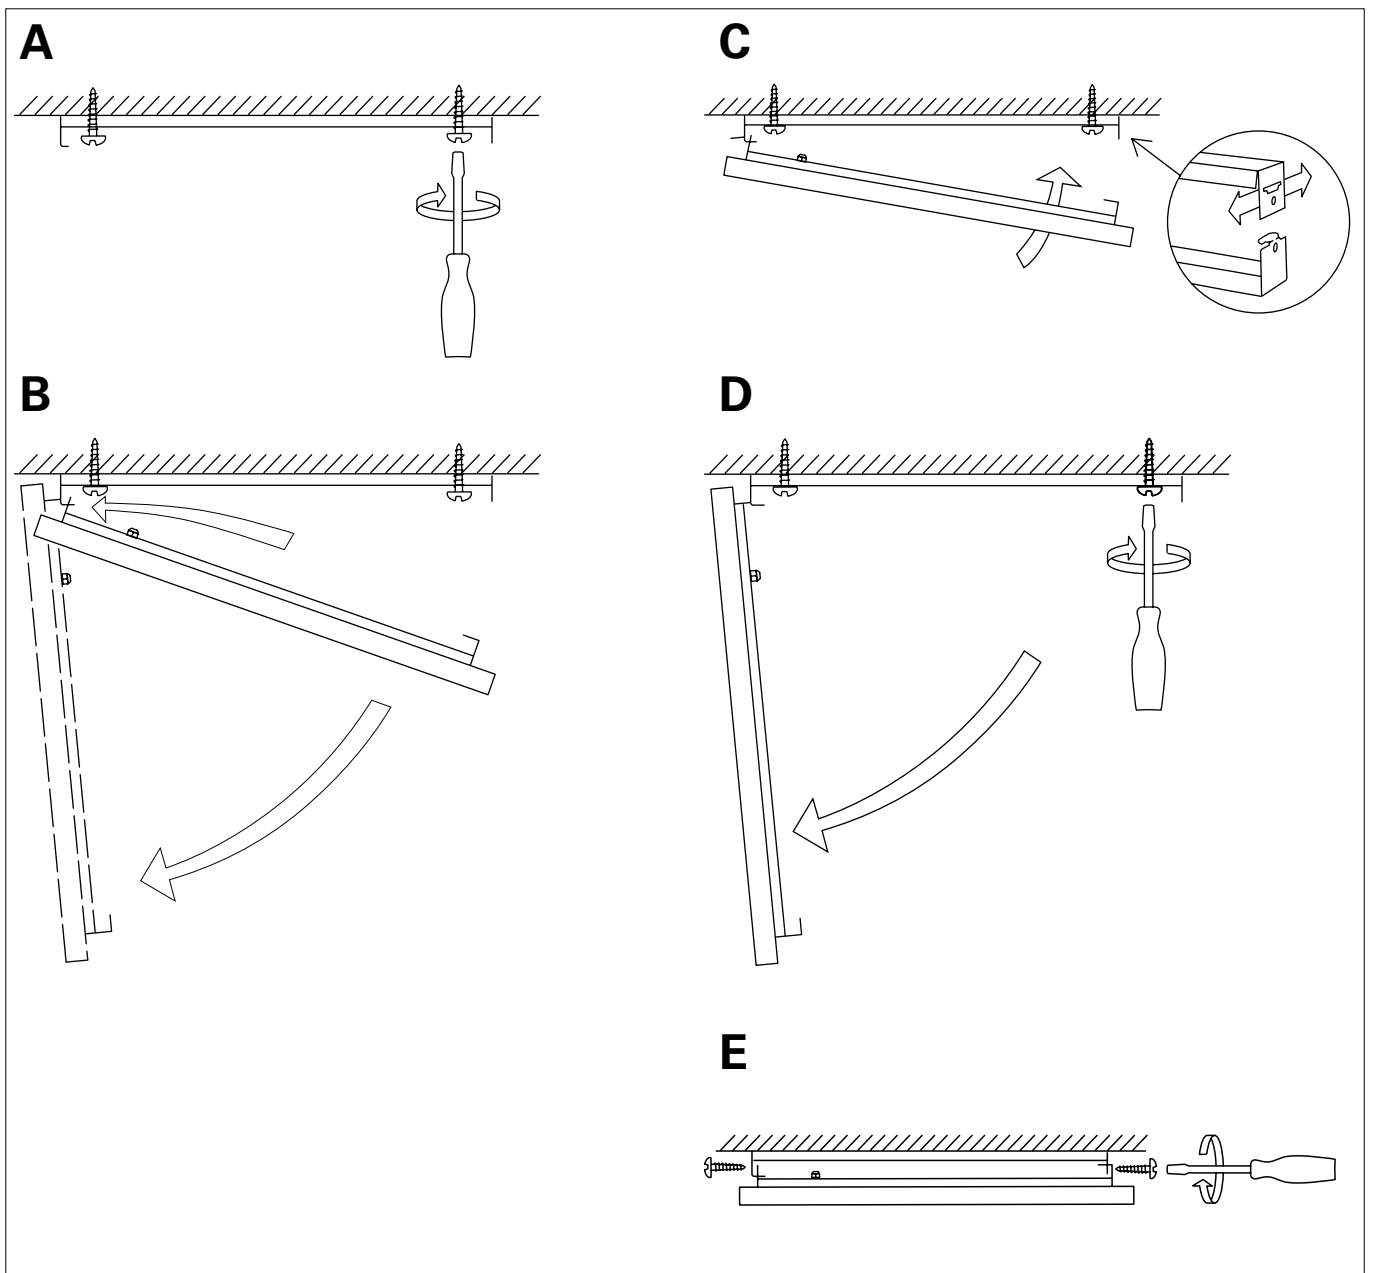

Fig. 2
*Установка на потолок с помощью монтажных скоб. Рис. 2.*
4. Подвесьте кассету на скобы одной стороной (ближайшей к месту выхода шнура). Оставьте ее в вертикальном положении. Рис. 2В.
6. Поднимите панель и проверьте правильность установки монтажных скоб на потолке. (Рис. 2С).
9. Дополнительно закрепите кассету винтами (входят в комплект поставки) в каждой точке подвески (Рис. 2Е).